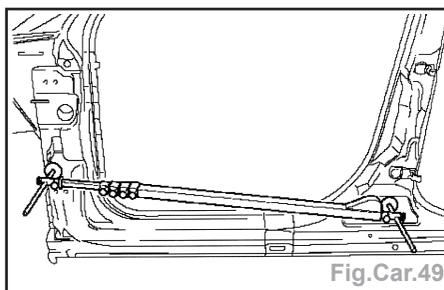

Fig.Car.49
- Ajuster et mesurer le montant A (Fig. Car.49) :